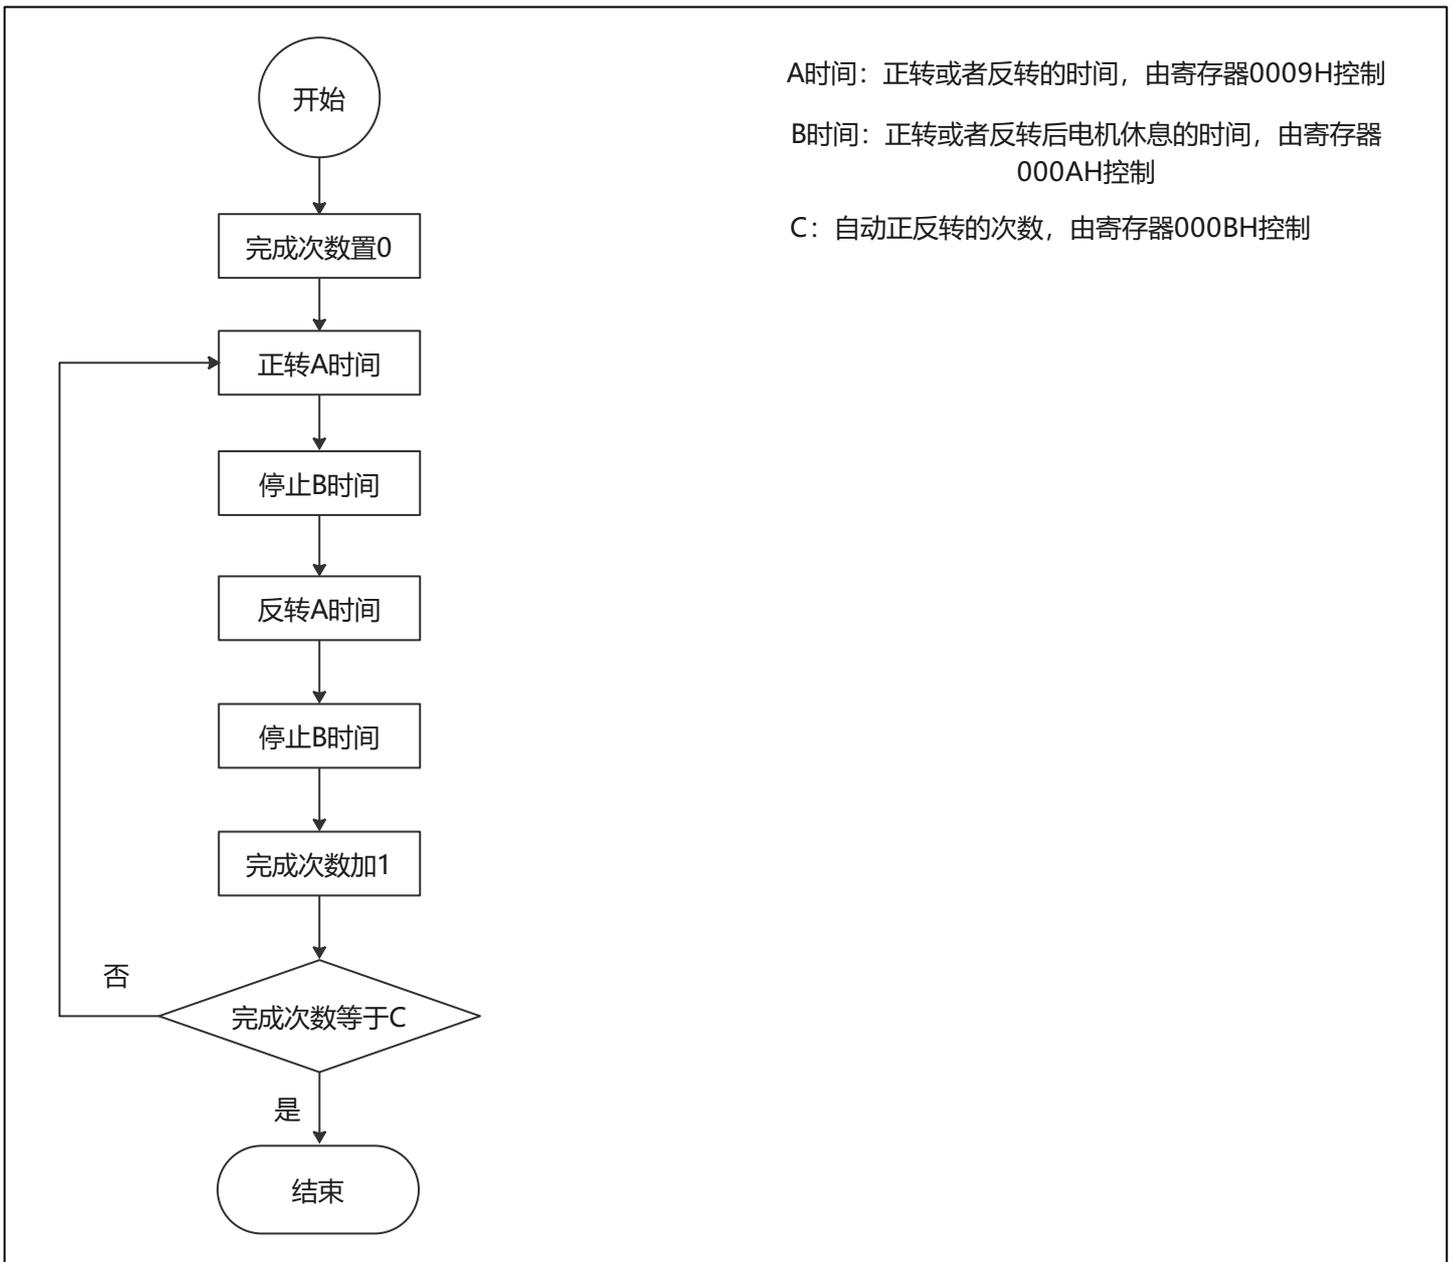

图5 自动正反转工作流程
- ① 不同控制代码生效条件和时间不同，参考下一章节
- ① 控制模式下PWM速度和频率在上一指令完成后生效；自动正反转模式下，PWM速度立即生效，PWM频率在完成次数递增后生效
- ② 控制模式下不存储，自动正反转模式下存储
- ③ 完成次数递增后生效，参考图5